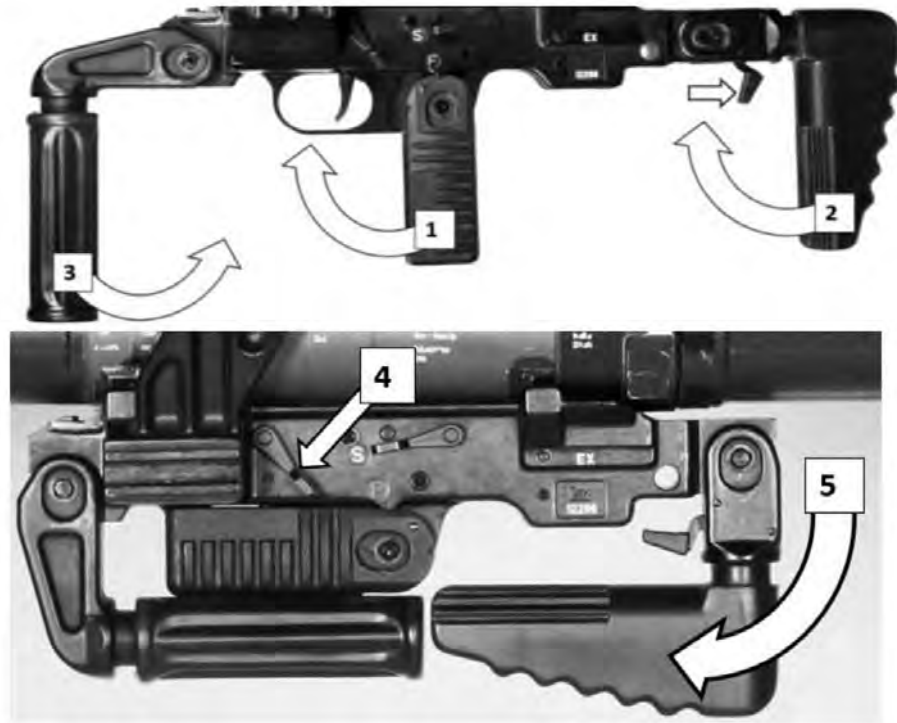

Рисунок 5.16 – Порядок дій після пострілу
10) після вистрілу (рисунок 5.16):